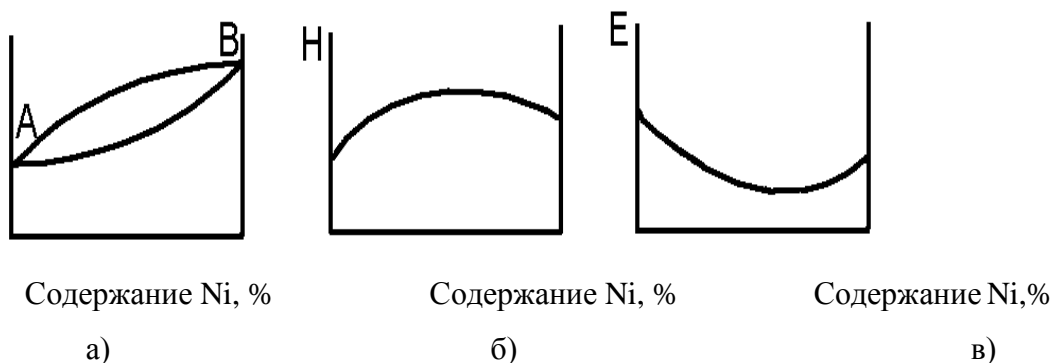

Рис. 13. Связь между диаграммой состояния Cu – Ni и свойствами сплава
4. Свойства сплава определяются его фазным составом, который показывает диаграмма состояния, поэтому между типом диаграммы состояния и составом сплава существует зависимость (правила Курнакова) (рис.13).
На рис. 13а приведена сама диаграмма состояния «медь – никель». На рис. 13б и 13в соответствующие закономерности изменения свойств сплавов в зависимости от их состава (диаграммы состав – свойство). На оси абсцисс отложен состав сплава (содержание Ni (%)), а на оси ординат – свойства при постоянной температуре. Левая и правая крайние ординаты на этих диаграммах соответствуют свойствам чистых компонентов, а промежуточные – свойствам сплава в зависимости от его состава.
На рис. 13б условно показано изменение твердости Н (аналогично изменяются показатели прочности и электрического сопротивления).
На рис. 13в показано изменение электропроводности Е (аналогично изменяются показатели пластичности). В данном случае при образовании твёрдых растворов (см. рис. 13в) свойства изменяются по криволинейной зависимости.